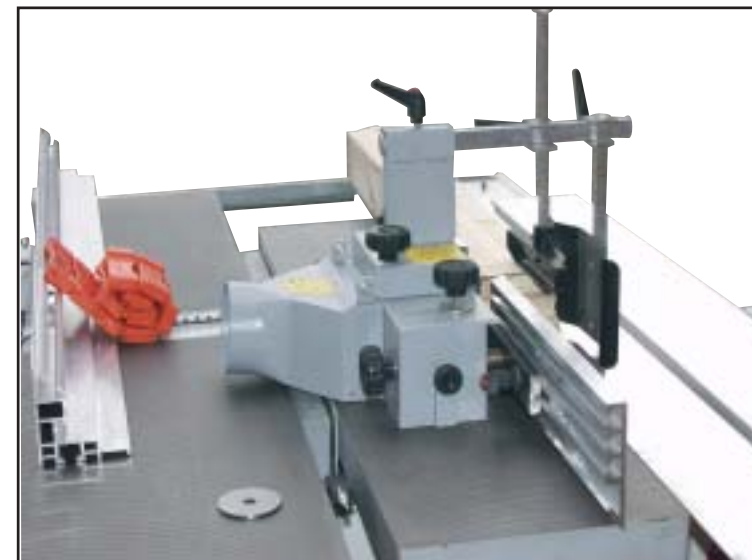

Fig. 4.16
4.3.6 - PROTEZIONE TOUPIE PER LAVORAZIONE DELL'ALBERO (CONTORNATURA) FIG. 4.16
Serve per lavorare pezzi sagomati. Dopo aver inserito il perno di riferimento nel piano toupie stringere la protezione mediante il perno pos. 1 (fig. 4.16).